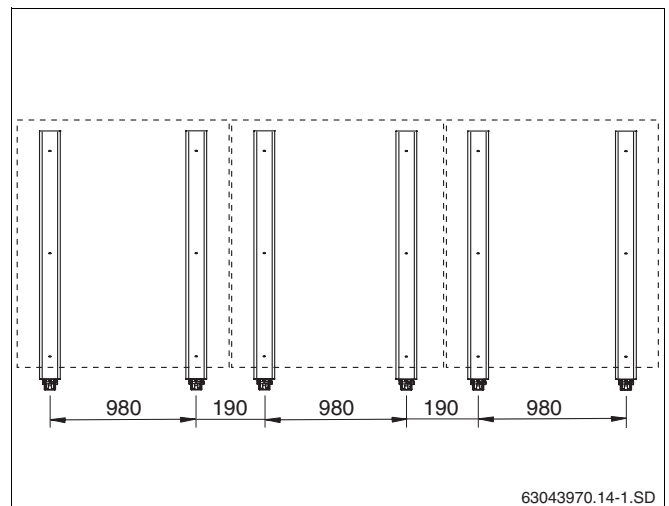

Fig. 25 Version pour charges maximales, 3 capteurs verticaux
5.2.2 Version pour charges maximales (accessoire, fig. 25)